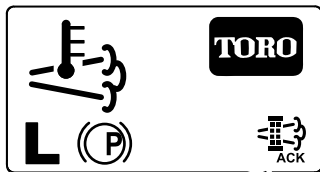

Bild 50
8. Im InfoCenter wird der Homebildschirm angezeigt; das Symbol für die Bestätigung der Regenerierung (Bild 50) wird unten rechts auf dem Bildschirm angezeigt, wenn die Regenerierung ausgeführt wird.